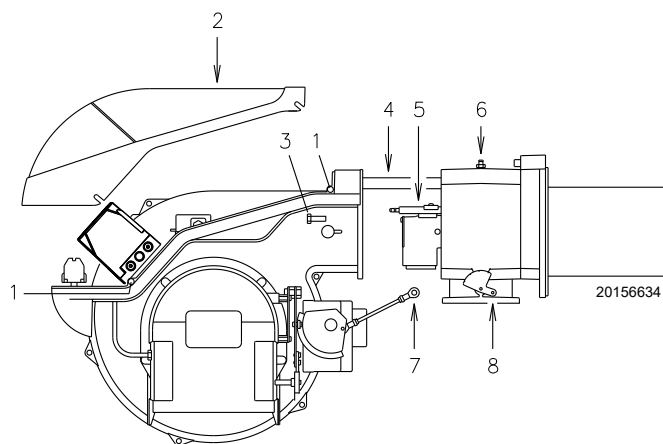

Fig. 38
Abrir o queimador e verificar que todas as partes do cabeçal de combustão estão intactas e não deformadas pelas altas temperaturas, não têm sujidade proveniente do ambiente e estão corretamente posicionadas. Em caso de dúvidas, desmontar a curva 5)(Fig. 38).
- Aliviar os parafusos 1) e retirar a tampa 2)(Fig. 38);
- desenganchar a rótula 7) do sector graduado 8)(Fig. 38);
Neste ponto é possível extrair o cabeçal interno 5) depois de se ter desenroscado o parafuso 6)(Fig. 38).